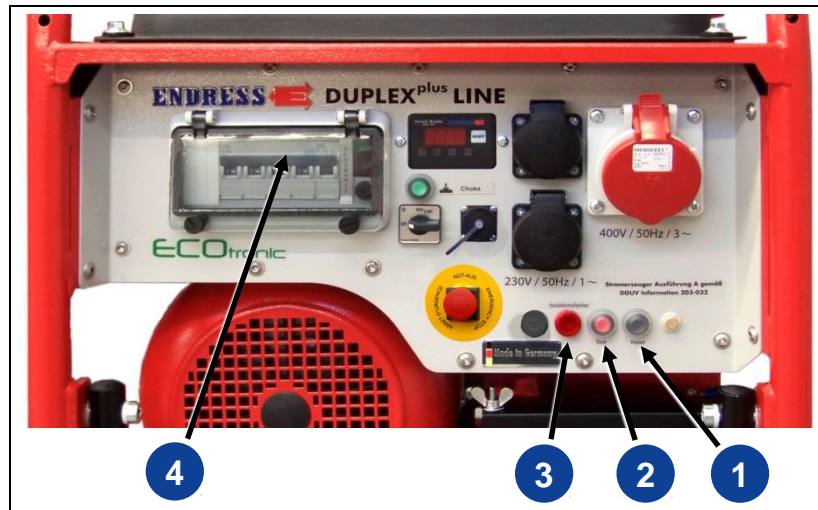

Abb. 5-2: Isolationsüberwachung
3. Drücken Sie den Testknopf (Abb. 5-2-(2))
- ✓ Die Lampe (Abb. 5-2-(3)) und die Position des Leitungsschutzschalters (Abb. 5-2-(4)) zeigen das Ergebnis an:
- 1. Nach der Überprüfung muss der Reset-Taster (*siehe Abb. 5-2-(1)*) gedrückt und der Leitungsschutzschalter in Pos. 1 gebracht werden, um das Gerät wieder zu betreiben.
- ✓ Die Lampe (*siehe Abb. 5-2-(3)*) und die Position des Leitungsschutzschalters zeigen das Ergebnis an:
- 2. Nach dem Abschalten des Verbrauchers und dem Trennen der Steckerverbindung muss der Reset-Taster (*siehe Abb. 5-2-(1)*) gedrückt und der Leitungsschutzschalter in Pos. 1 gebracht werden, um das Gerät wieder zu betreiben.
- ✓ Der Leitungsschutzschalter (*Abb. 5-2-(4)*) löst aus (Pos. 0)